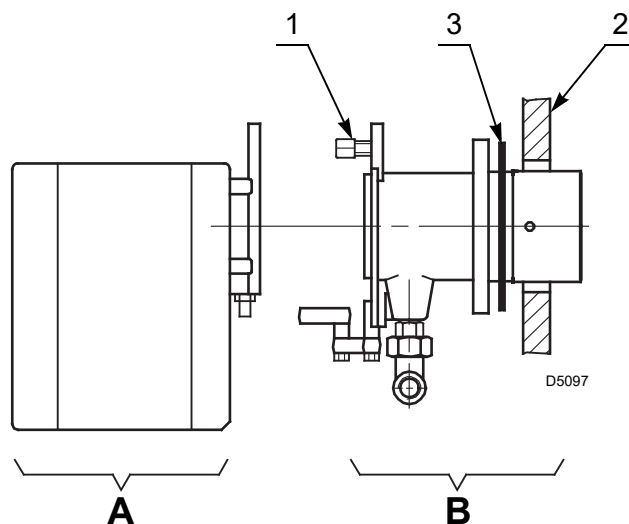

Рис. 9
- корпус, открутив гайку 1) и сняв группу А) (рис. 9).
- Закрепите группу В) (Рис. 9) на плите котла 2), вставив